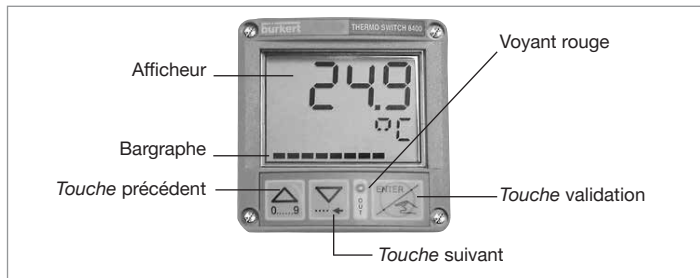

Fig. 20: Description de l'afficheur
- d'un afficheur qui indique la température mesurée, la configuration et un bargraphe (voir Fig. 20) ;
- d'un voyant rouge qui indique l'état de commutation de la sortie transistor ou relais (voir Fig. 20) ;
- de trois touches de navigation (voir Fig. 20 et tableau ci-après).